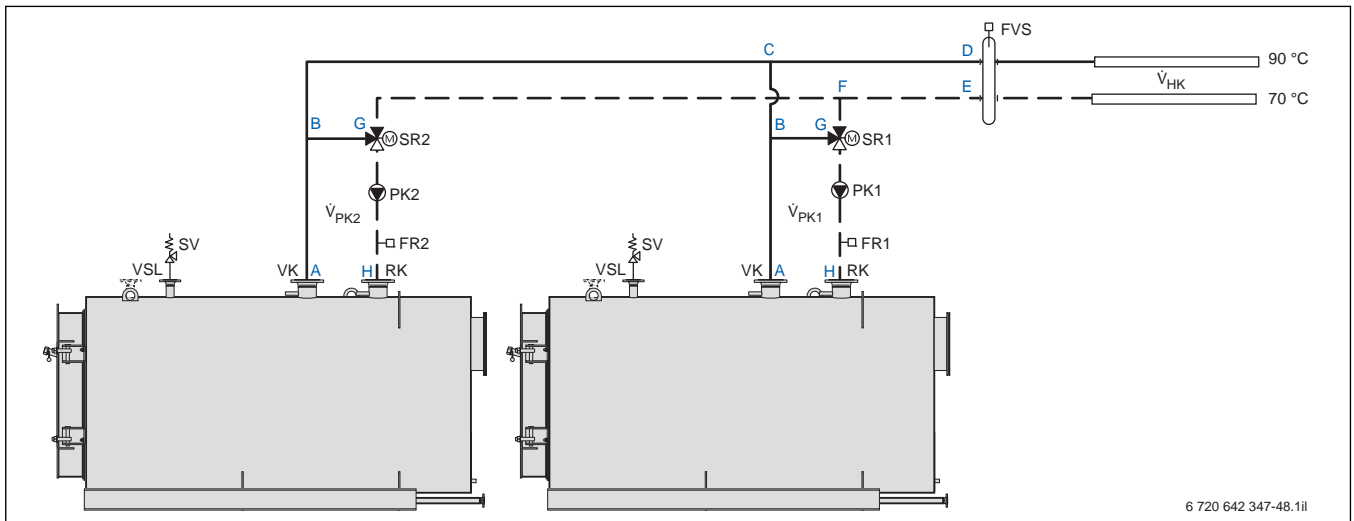

Bild 36 Beispiel einer hydraulischen Schaltung für eine 2-Kessel-Anlage mit Kesselkreispumpe als Primärkreispumpe
- allen Einzelwiderständen im Kesselkreis (Strecke: A–D–E–H, → Bild 36).
(Strecken: C–D und E–F, → Bild 36)
(Strecken: A–C, B–G und F–H, → Bild 36)